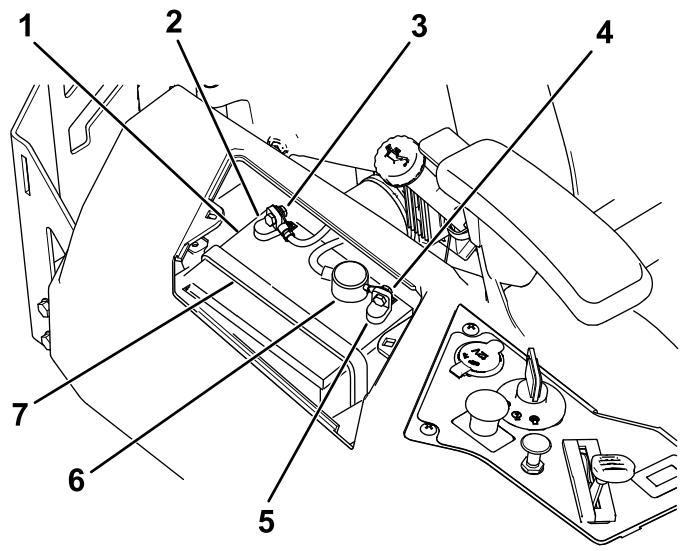

Figura 58
4. Desligue o cabo negativo (preto) do pólo da bateria (Figura 58).
6. Desligue o cabo positivo (vermelho) do pólo da bateria (Figura 58).
7. Retire o suporte da bateria (Figura 58) e levante a bateria para a retirar da respetiva plataforma.